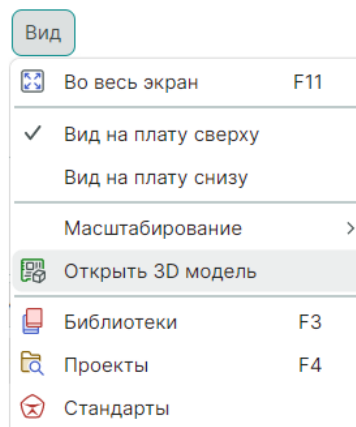

Рис. 539 Открытие 3D модели платы через главное меню
- С помощью пункта «Открыть 3D модель» в разделе «Вид» главного меню, см. Рис. 539. Для вызова данной функции в главном меню документ «Плата» должен быть активен.